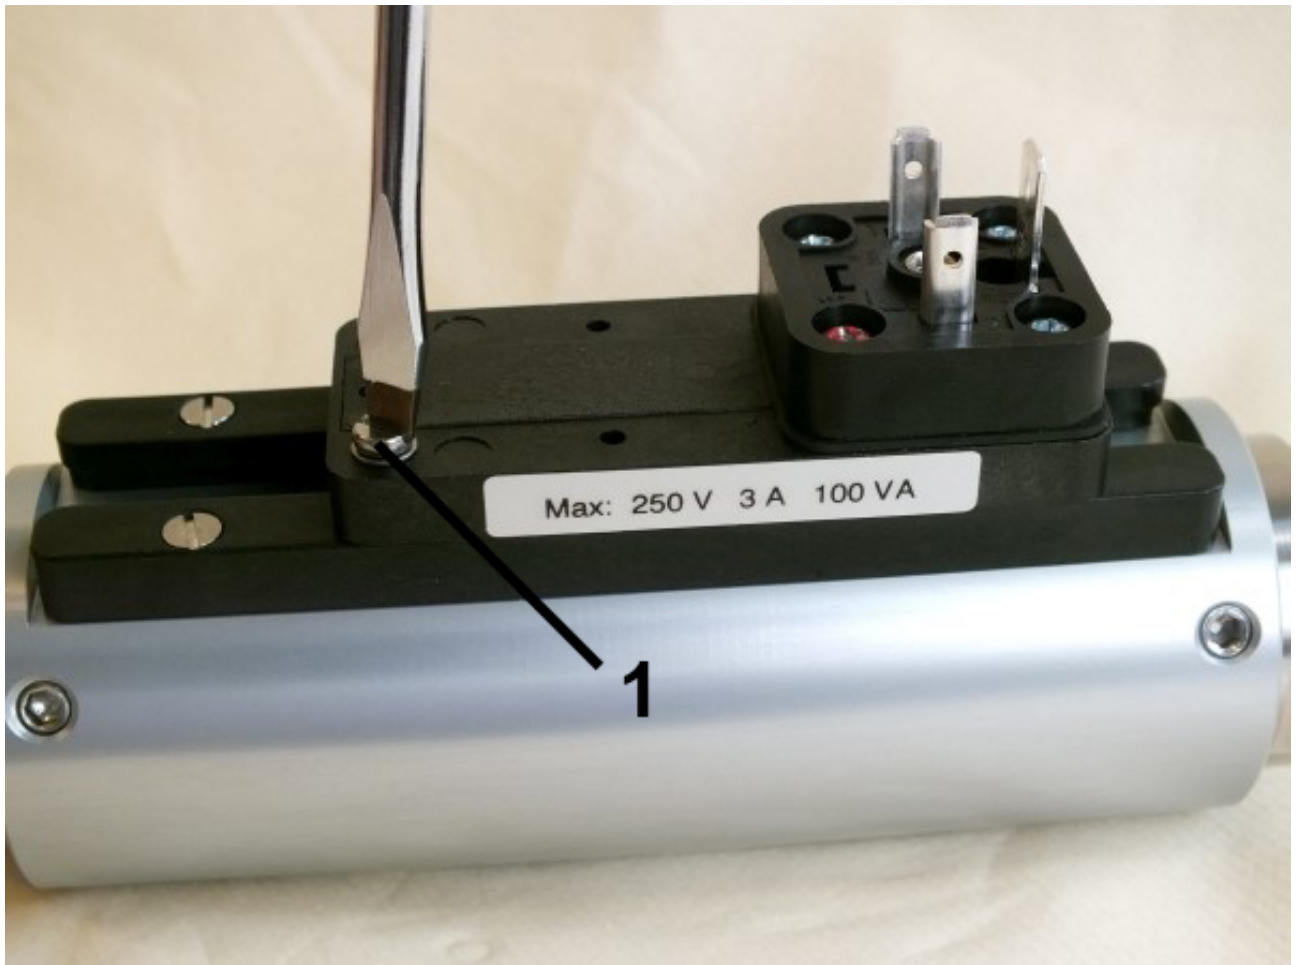

Abb. 65: Feststellschrauben lösen
3. ➔ Feststellschrauben (Abb. 65/1) des Schaltkontaktes mit einem Schlitzschraubendreher so weit lösen, dass er sich frei verschieben lässt
11. ➤ Feststellschrauben (Abb. 65/1) wieder festdrehen, dabei Schrauben-Anziehdrehmoment einhalten